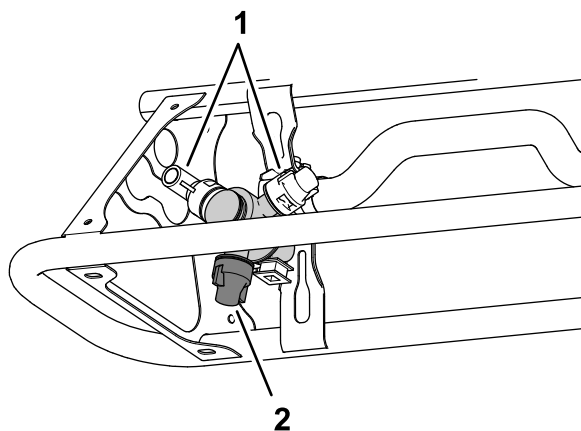

Figure 40
1. Vérifiez que les buses que vous voulez utiliser sont en position de pulvérisation active (abaissées). Figure 40